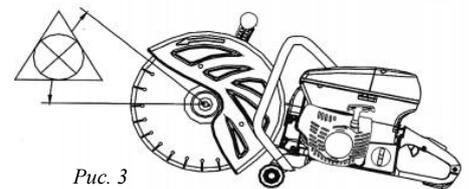

Рис. 3
- Никогда не резать верхней областью диска (*выделена на рис. 3*). При вставке диска в уже начатое место резания следует соблюдать особую осторожность.